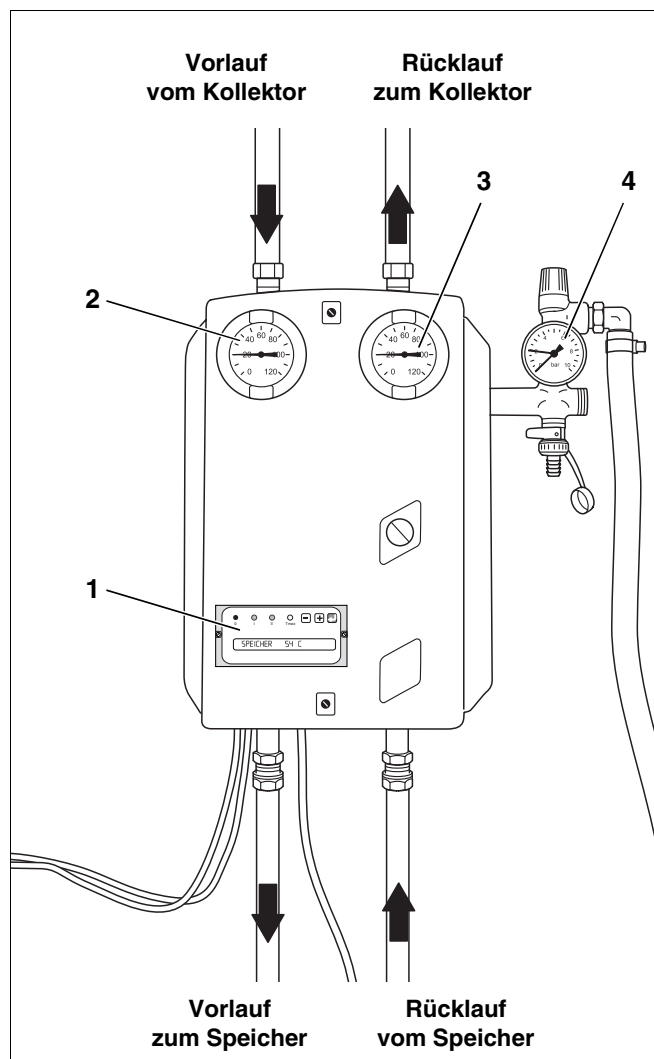

Abb. 2 Komplettstation KS (hier: KS 01.. R mit integriertem Regelgerät)
- Kontrollieren Sie nach einem Stromausfall bzw. längerer Abwesenheit den Anlagendruck am Manometer (Abb. 2, **Pos. 4**) der Komplettstation (siehe Kapitel 5.3 „Anlagendruck kontrollieren, ggf. neu einstellen lassen“, Seite 13).
- Regelgerät (Abb. 2, **Pos. 1**)
- Thermometer (Abb. 2, **Pos. 2 und 3**)
- Manometer (Abb. 2, **Pos. 4**)